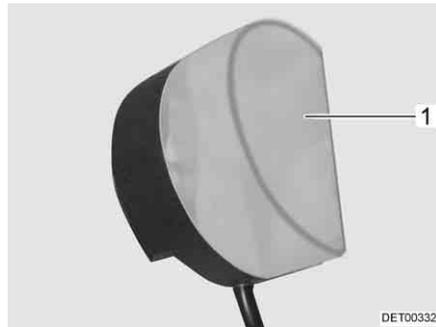

Fig. 241 Lámpara del armario ropero
- Comprimir ligeramente la cubierta de la luz (Fig. 241,1) y retirarla.